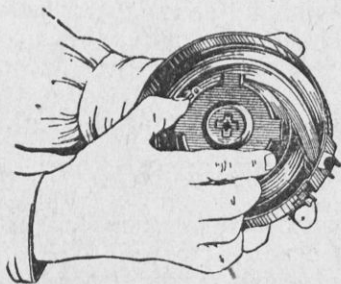

Рис. 57. Как завести пружину
2. Завести пружину магазина (рис. 57), для чего: взять магазин в левую руку, пальцами правой руки за выступы барабана завести пружину барабана, вращая барабан против часовой стрелки. При этом должно быть слышно восемь щелчков.